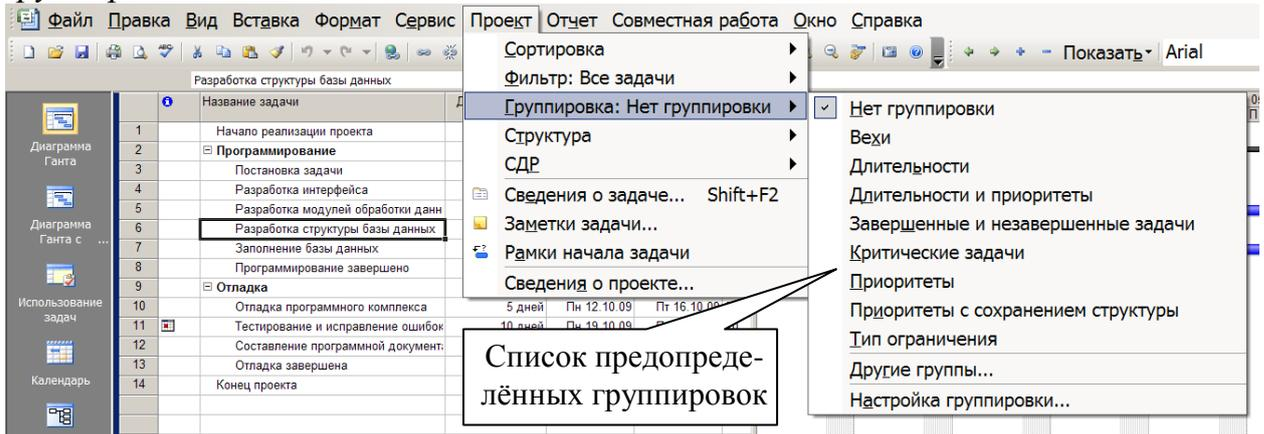

Рис.4.10. Выбор предопределённой группировки
**Предопределённая** группировка выбирается и удаляется в пункте меню *Проект/Группировка* (рис.4.10). В его подменю перечислены все имеющиеся группировки. Например, для задач имеются пункты: *вехи*, *длительности*, *завершённые и незавершённые задачи*, *критические задачи* и другие. Отмена действия группировки выполняется пунктом *Нет группировки* того же меню.